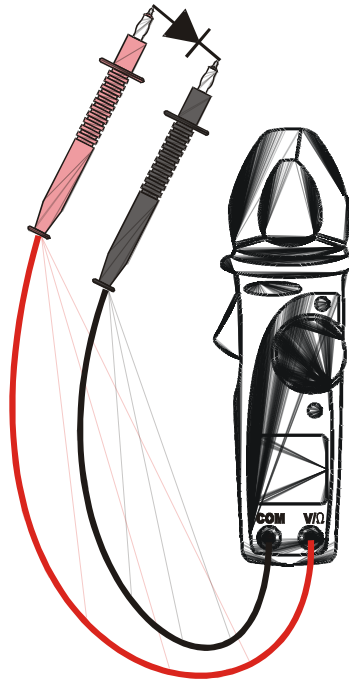

Fig. 9: Utilização da pinça para o teste em díodos
2. Inserir o cabo vermelho no terminal de entrada V/Ω e o cabo preto no terminal de entrada COM, conforme é mostrado na Fig. 9.